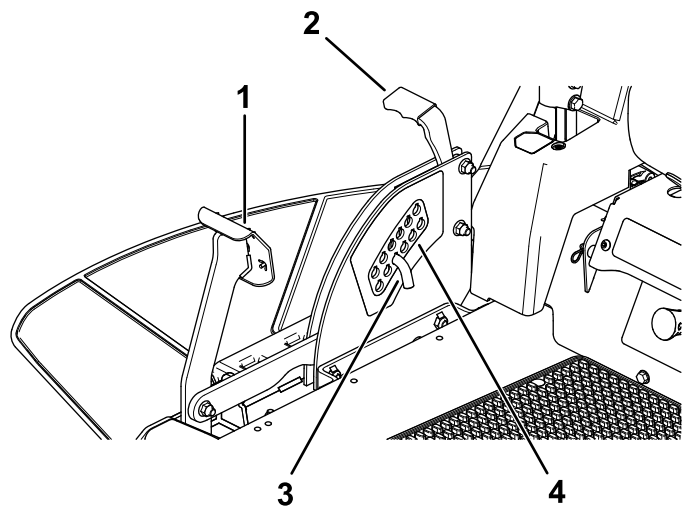

Figura 27
1. Pise el pedal de elevación de la carcasa y eleve la carcasa a la posición de bloqueo de transporte (que es también la posición de altura de corte de 114 mm [4½"]) (Figura 27).
2. Para ajustar la altura de corte, retire el pasador del soporte de altura de corte (Figura 27).
3. Seleccione el taladro del sistema de altura de corte que corresponde a la altura de corte deseada, e inserte el pasador (Figura 27).